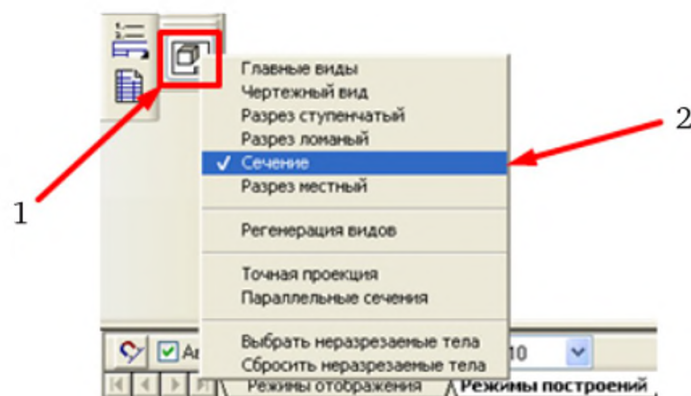

Рис. 5.9
1. Указанием курсора при нажатой левой кнопке «мыши» нажать и удерживать кнопку **Создание чертежных видов по 3D модели**  на вертикальной панели инструментов слева от рабочего поля. В дополнительном меню выбрать пункт **Сечение** (рис. 5.9).